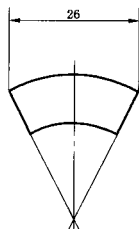
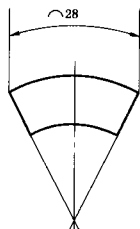

图 6 标注弦长的尺寸界线画法
图 7 弧长的尺寸注法
(图 6); 标注弧长的尺寸界线应平行于该弧所对圆心角的角平分线(图 7), 但当弧度较大时, 可沿径向引出(图 8)。
5.3 标注弧长时,应在尺寸数字左方加注符号“ $\frown$ ”(图 7)。